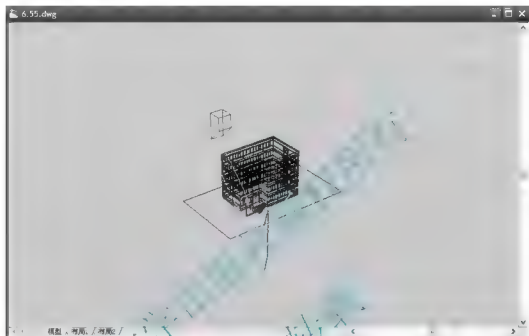

图 6.55 改变视点位置
(5) 在输入选项[相机(CA)/目标(TA)/距离(D)/点(PO)/平移(PA)/缩放(Z)/扭曲(TW)/剪裁(CL)/隐藏(H)/关(O)/放弃(U)]: 提示下, 输入“CA”, 选择相机(即视点)的位置。
(6) 在指定相机位置, 输入与 XY 平面的角度, 或 [切换角度单位(T)] <35.2644>: 提示下, 移动光标使视点向下移动, 以人眼的高度来观察模型, 结果如图 6.55 所示。
(7) 按 Enter 键结束命令。